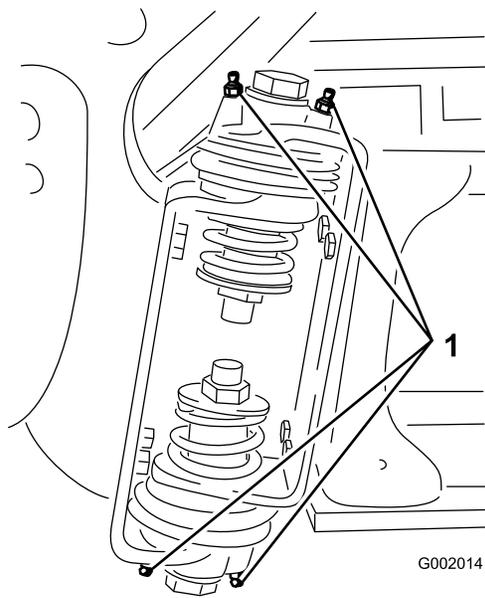

Bild 49
2. Pressen Sie Fett in die Lager oder Büchsen jedes Anschlussstückes Bild 49.